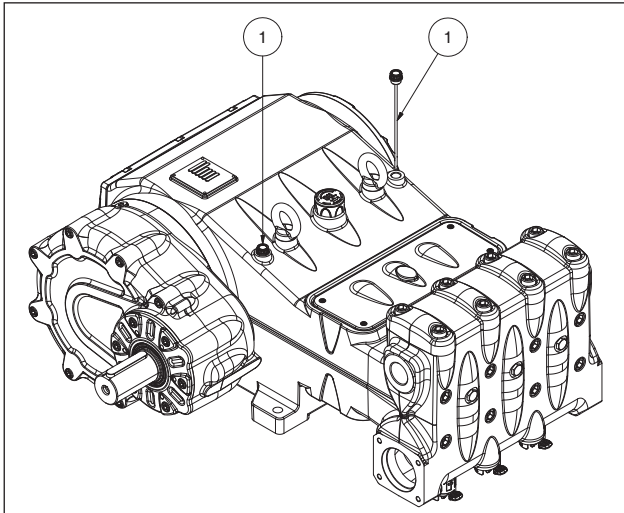

Abb. 8
5. Der Ölstand im Pumpengehäuse korrekt ist, u.z. über die entsprechenden Messstäbe (Pos. ①, Abb. 8).